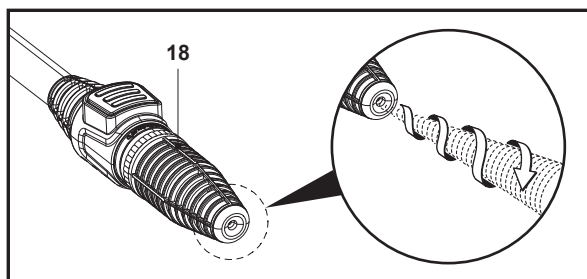

Fig. 9
Duza turbo (18) se rotește când pulverizează jeturi de apă cu presiune ridicată pentru o spălare eficientă (Fig. 9).